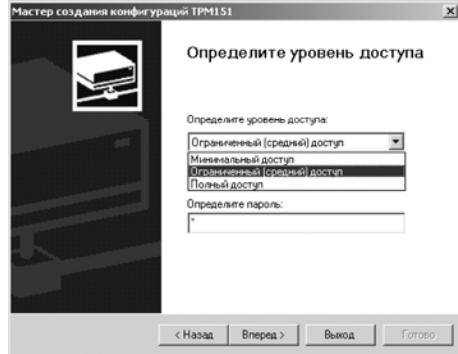

Рисунок 10.3
**Если модификация успешно считана**, на экране появится окно с приглашением выбрать уровень доступа (см. рисунок 10.3).
Выбирается модификация прибора («Модификация № 3»). Нажимается кнопка [Вперед] – открывается окно с приглашением выбрать уровень доступа (рисунок 10.3). Определяется переходите к п. 4.